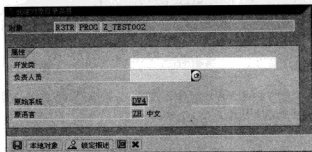

图 11-6 “创建对象目录”对话框
STEP 4 所有属性设置完成后，单击“ 保存”按钮以保存属性，系统弹出“维护对象目录条目”对话框，如图 11-6 所示。在这个对话框中可以输入开发类和开发负责人员。完成后单击“”按钮以保存开发类并返回“ABAP/4：程序属性”屏幕，然后单击“”按钮离开屏幕。